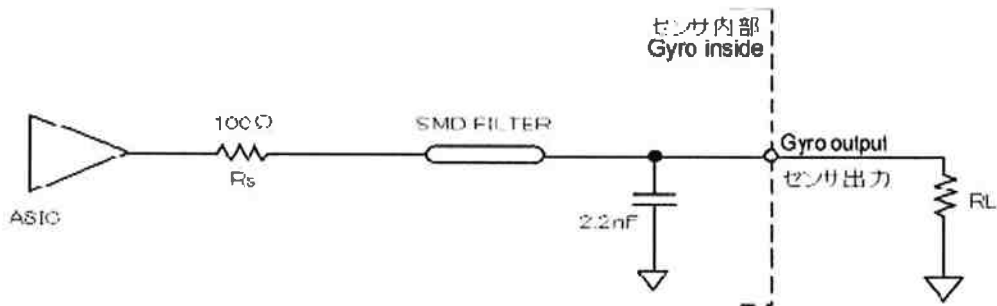

Fig. 1 Output Circuit
The output circuit inside the gyro is composed of the gyro's IC output (ASIC), 100 ohm resistor (RS) and the electro-magnetic interference (EMI) filter. See fig 1.
出力回路はジャイロ専用IC、100Ω(RS)の抵抗そしてEMIフィルタ回路で構成されています。(Fig.1) 供給可能な電流は0.5mA(保証値)ですが、出力負荷抵抗(RL)を低くすると出力電圧が $RL/(RL + RS)$ に分圧されゲインエラーが発生します。